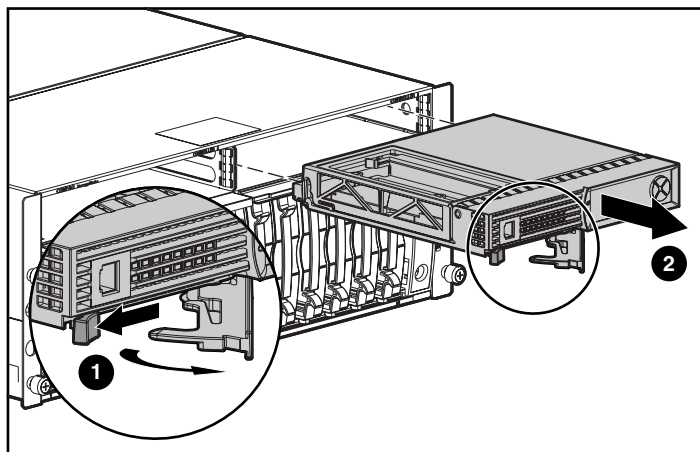

Abbildung 12: Ausbauen des MSA1000 Controllers
1. Drücken Sie auf die Verriegelung des Controllers, und ziehen Sie den Verriegelungshebel in Ihre Richtung ❶.
2. Entfernen Sie den MSA1000 Controller, indem Sie ihn wie in Abbildung 12 gerade aus dem Gehäuse ❷ herausziehen.